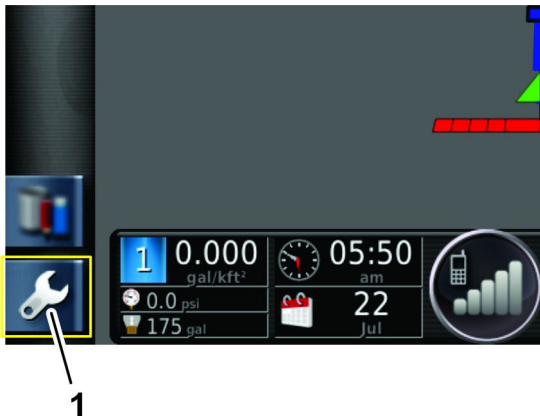

Рисунок 18
- 1. Нажмите на значок настроек на главном экране (Рисунок 18).